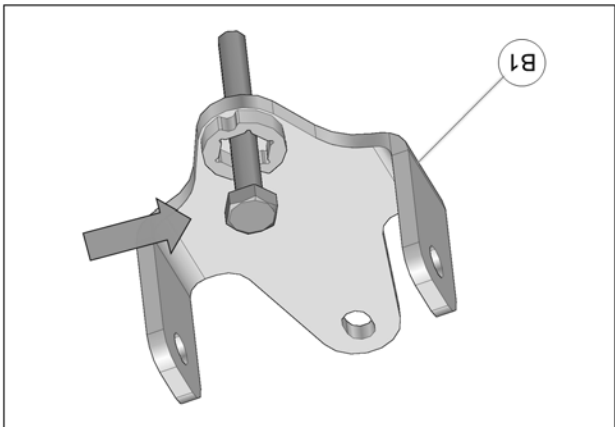

Fig. 4
4. Insérer les boulons dans chacun des ancrages de suspension arrière (B1), tel que montré à la Fig. 4